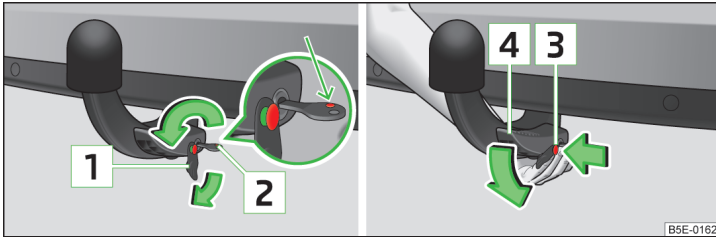

Abb. 157 Bedienungshebel der Kugelstange entriegeln / Kugelstange lösen
- Die Kappe **1** » Abb. 157 vom Schloss der Kugelstange in Pfeilrichtung abziehen.